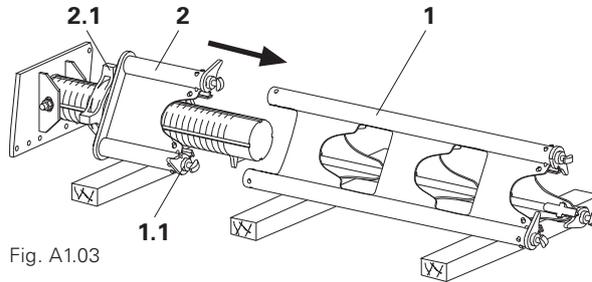

Fig. A1.03
1. Monter le vérin de tête (2) avec les verrous (1.1) sur l'élément d'étau (1). (Fig. A1.03)